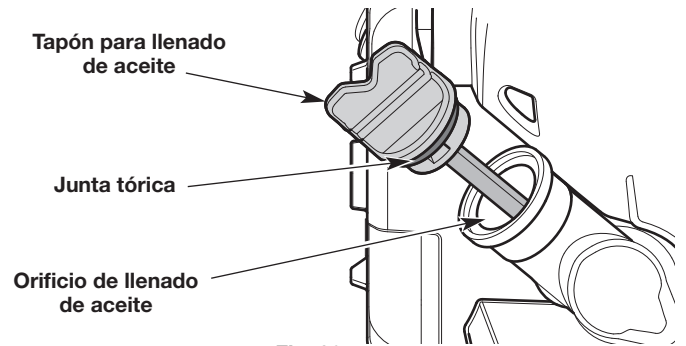

Fig. 30
3. Limpie la zona que rodea el tapón de llenado de aceite (Fig. 30) a fin de evitar que ingresen residuos en el orificio de carga de aceite (Fig. 30).
9. Compruebe que la junta tórica esté en su lugar en el tapón de llenado de aceite (Fig. 30).
1. Limpie la zona que rodea el tapón de llenado de aceite (Fig. 30) a fin de evitar que ingresen residuos en el orificio de carga de aceite.
7. Compruebe que la junta tórica esté en su lugar en el tapón de llenado de aceite (Fig. 30).